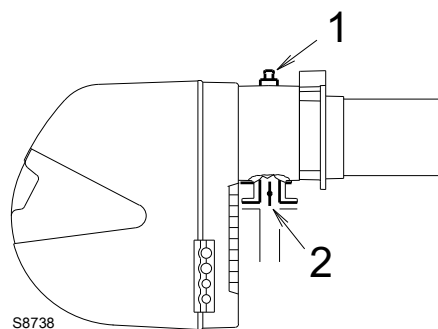

图 24
测试点 1)(图 24) 处测得的燃气压力，此时：
燃气蝶阀 2)(图 24) 处的压力损失，此时蝶阀最大开启角度为：90°。
- 用测试点 1)(图 24) 测得的燃气压力减去炉膛压力。
测试点 1)( 图 24) 处燃气压力 = 12.8 mbar
了解测试点 1) ( 图 24) 处所需燃气压力，将燃烧器以最大出力运行：
- 读出右边栏 1 所示插座压力 1) ( 图 24)。
测试点 1)( 图 24) 处压力。